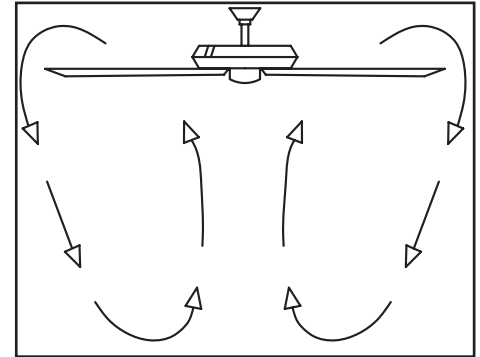

Figura 15
**Clima fresco** - (Reversa) Un flujo de aire hacia arriba mueve el aire cálido lejos del techo como se muestra en la Figura 15. Esto te permite fijar tu unidad de calefacción en una configuración más baja sin afectar tu comodidad.